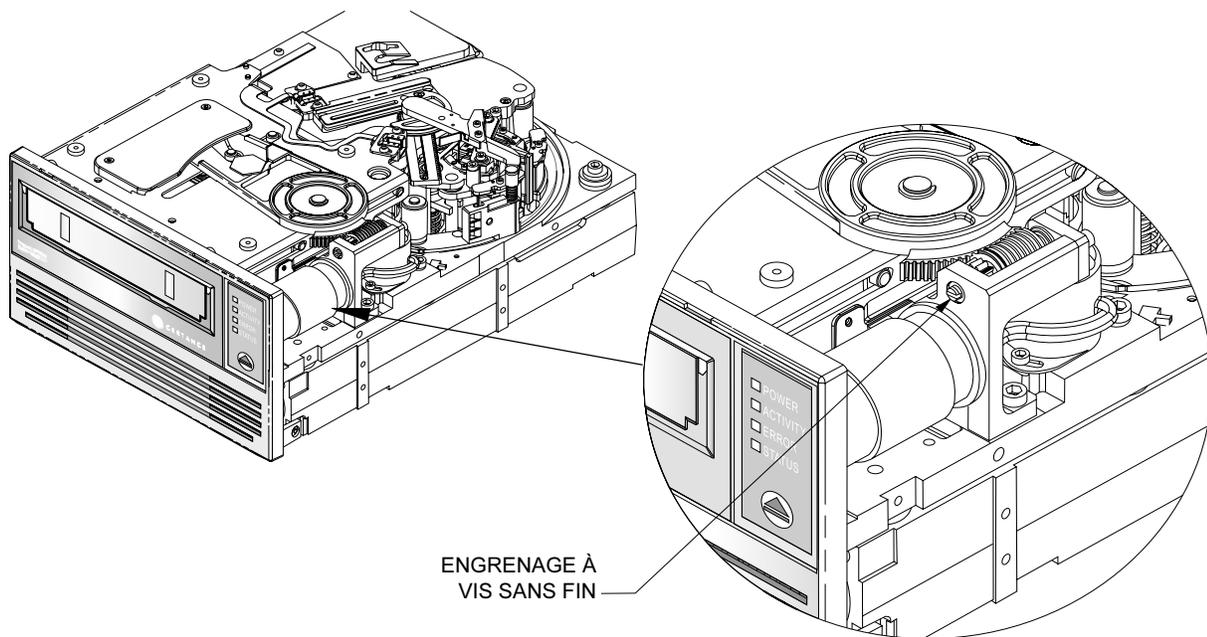

Figure 22. Engrenage à vis sans fin des lecteurs LTO-1 et LTO-2
2. Utilisez un tournevis à bout plat pour tourner l'engrenage à vis sans fin dans le sens inverse des aiguilles d'une montre (vers la gauche). La figure 22, page 83 illustre l'emplacement de l'engrenage à vis sans fin. Au fur et à mesure, le chariot de la cartouche montera et la cartouche glissera en partie hors du lecteur.